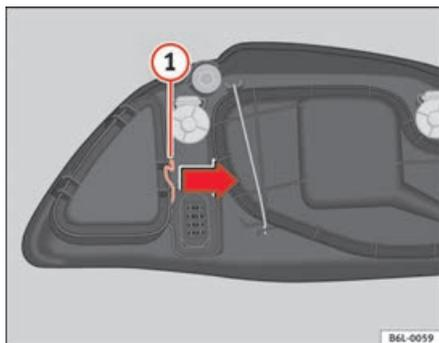

Fig. 155 Luci di posizione
- Far scorrere il tirante **1** ⇒ fig. 155 nel senso della freccia e sfilare la chiusura.